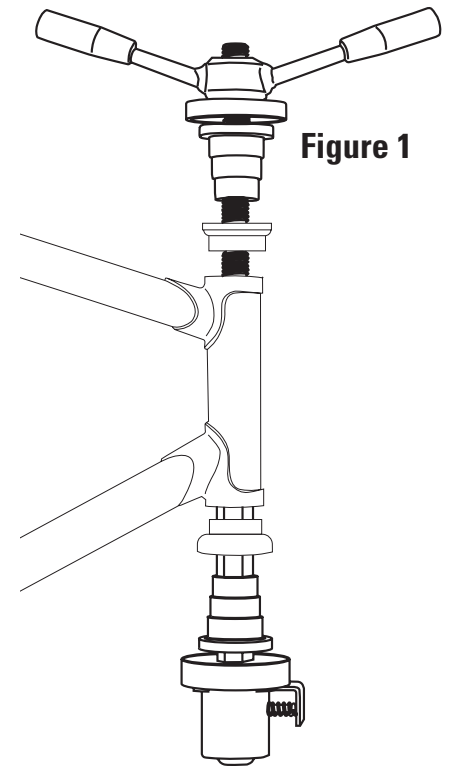

Figure 1
3. Assemble HHP-2 and headset parts as seen in Figure 1.
1. Die Presspassung für die Steuersatz-Lagerschalen im Rahmenkopfhohlräumen prüfen. Dazu messen Sie zunächst mit einer Schieblehre den Außendurchmesser (AD) des einzupressenden Bereichs der Steuersatz-Lagerschale. Dann messen Sie den Innendurchmesser (ID) des Rahmenkopfhohlräumens. Da das Rahmenkopfhohlräumens möglicherweise nicht ganz rund ist, sollten Sie den Innendurchmesser an mindestens zwei Stellen messen und den Mittelwert bilden. Die Differenz Außendurchmesser minus Innendurchmesser bestimmt die Passung, sie sollte 0,1 mm bis 0,2 mm betragen. Bei mehr als 0,2 mm besteht die Gefahr, den Rahmen oder das Werkzeug zu beschädigen. In einem solchen Fall empfiehlt es sich, den Rahmenkopf auszufräsen oder Lagerschalen mit einem anderen Einpress-Durchmesser zu wählen. Bei Differenzen zwischen 0,0 mm und 0,1 mm können die Lagerschalen mit Loctite oder einem ähnlichen Kleber fixiert werden. Ist die Differenz negativ, sollte auf jeden Fall ein anderer Steuersatz verwendet werden. Beachten Sie auch die Angaben der Steuersatz-Hersteller zu speziellen Passungstoleranzen für ihre Steuersätze.
3. Das HHP-2 und die Steuersatzkomponenten entsprechend Abbildung 1 zusammensetzen.
1. Vérifier la tolérance entre la cuvette fixe et la douille de direction. Avec un pied à coulisse mesurer le diamètre extérieur (DE) de la partie enfoncée de la cuvette. Après mesurer le diamètre intérieur (DI) de la douille. Comme la DE pourrait ne pas être celui d'un cercle parfaitement rond, il faut mesurer au moins deux endroits et faire une moyenne. La différence entre le DE et le DI vous indiquera les besoins en tolérance de la presse. Une tolérance normale se situe entre 0.1mm – 0.2mm. Si la marge est de plus de 0.2mm il est possible que le cadre ou le tube de direction est endommagé. Dans ce cas, il est conseillé d'aléser la douille ou d'utiliser un jeu de direction avec une tolérance différente. Si la différence se situe entre 0.0 – 0.1mm, il est recommandé d'utiliser une colle de type Loctite. Si la différence est négative il est conseillé d'utiliser un autre jeu de direction. Vérifier avec les fabricants pour les spécifications qui leur sont propres.
3. Mettre en place HHP-2 et pièces de jeu de direction comme Figure 1.